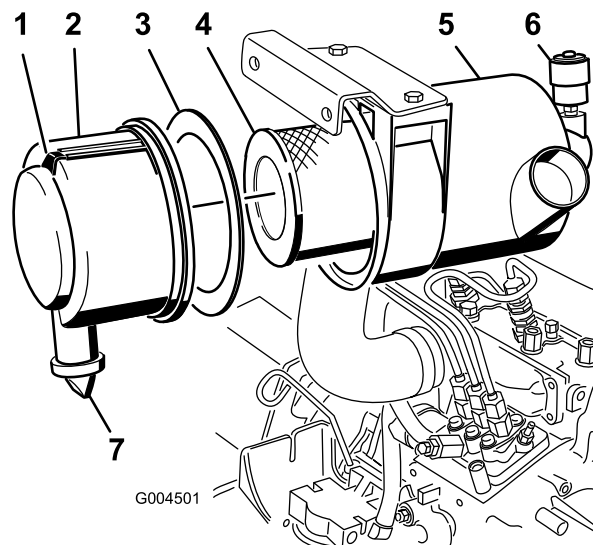

Figure 39
- Faites l'entretien du filtre à air quand l'indicateur de colmatage (Figure 39) est rouge ou toutes les 400 heures (plus fréquemment si vous travaillez dans une atmosphère extrêmement poussiéreuse ou sale). N'effectuez pas l'entretien du filtre à air trop souvent.
- Tirez le verrou vers l'extérieur et tournez le couvercle du filtre à air dans le sens antihoraire (Figure 39).
- Déposez le couvercle du corps du filtre à air (Figure 39).
4. Déposez et remplacez le préfiltre (Figure 39).
6. Vérifiez que le joint en mousse est en place dans le couvercle et qu'il n'est pas déchiré ou endommagé (Figure 39).
- A. Retirez la valve de sortie en caoutchouc du couvercle (Figure 39).
10. Réarmez l'indicateur de colmatage (Figure 39) s'il est rouge.